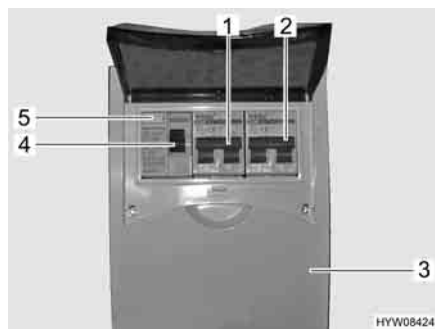

Fig. 103 Scatola dei fusibili a 230 V con interruttore di sicurezza e interruttore automatico FI
Un interruttore di sicurezza per correnti di guasto (interruttore automatico FI) (Fig. 103,4) nella scatola dei fusibili (Fig. 103,3) protegge l'intero veicolo da correnti di guasto (0,03 A).
L'interruttore di sicurezza collegato in serie (10 A) (Fig. 103,1) protegge le prese da 230 V, la centralina elettrica, il caricabatteria supplementare e il frigorifero.
Per veicoli con accessori opzionali, p. es. l'impianto di climatizzazione a tetto, un ulteriore interruttore di sicurezza (16 A) (Fig. 103,2) protegge l'apparecchio.
- Se il veicolo è collegato all'alimentazione a 230 V, premere il tasto di controllo (Fig. 103,5). L'interruttore di sicurezza per correnti di guasto (FI) deve scattare.